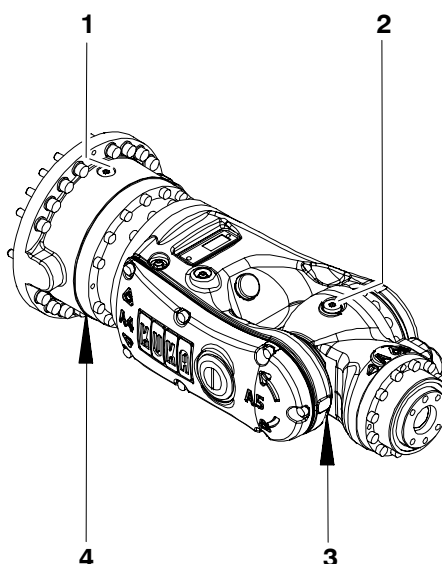

Fig. 104 Vidange d'huile
- (1) Mettre le robot en service et amener le bras en position horizontale (Fig. 104).
- (2) Amener les axes du poignet en position zéro.
- (1) Le cas échéant mettre le robot en service et amener les axes du poignet en position zéro.
- (2) Vérifier les joints des vis de fermeture magnétiques pour les remplacer, le cas échéant.
- (3) Visser les vis de fermeture magnétiques (Fig. 104/3, 4) et verser la quantité prescrite d'huile dans les orifices.
- (4) Visser les vis de fermeture magnétiques (1, 2).